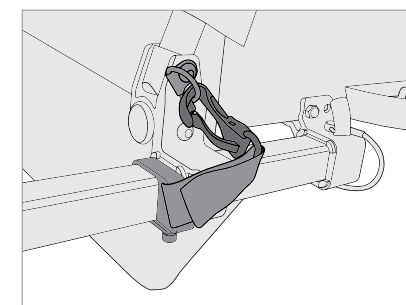

Figure 13
4. Clipsez la sangle de sécurité sur l'anneau d'arrimage du cadre de la remorque (Figure 13).